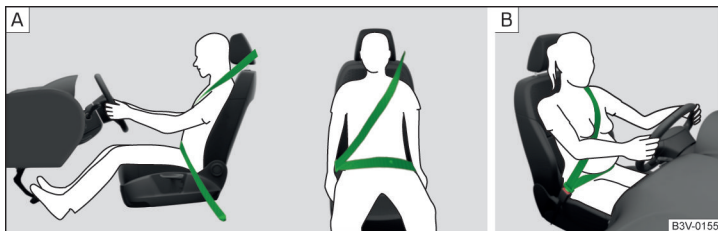

Fig. 6 Sådan skal selen sidde over skulder og hofter. / Sådan skal gravide placere selen.
**Selens skulderdel** skal sidde ca. midt på skulderen (aldrig over halsen) og tæt ind til kroppen » Fig. 6 – A.
**Selens hoftedel** skal sidde hen over hofterne (ikke over maven) og altid tæt ind til kroppen » Fig. 6 – A.
På **gravide** skal selens hoftedel sidde så lavt hen over hofterne som muligt, så den ikke trykker på underlivet » Fig. 6 – B.